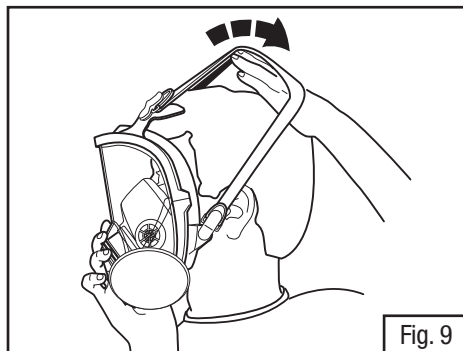

Fig. 9
1. Desserrer complètement les six courroies de tête. D'une main, retenir les cheveux vers l'arrière pour dégager la zone du joint facial. Placer le menton dans la mentonnière du respirateur. Ternir le masque en place et tirer le harnais de tête vers l'arrière (Fig. 9).